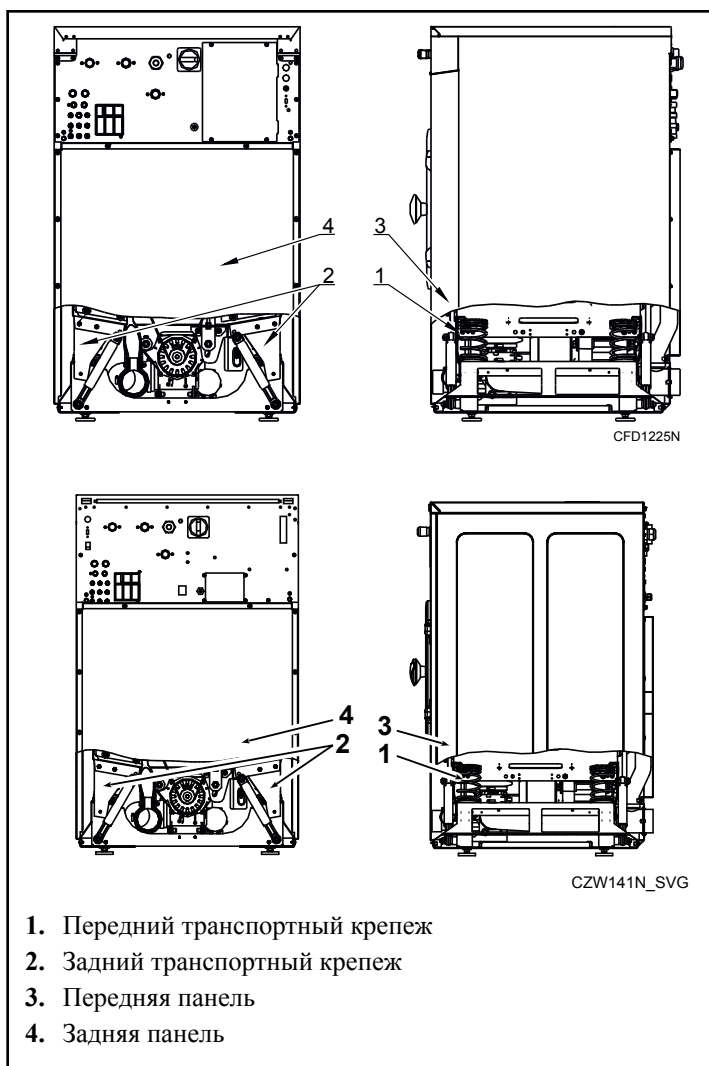

Рис. 11
1. Снимите переднюю и заднюю панель, см. Рис. 11.